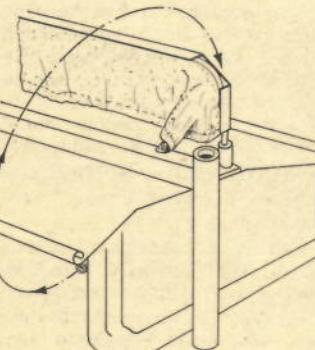

Abb. 8
3.7 Einstellen der Schutzvorrichtung (Abb. 8)
Vor dem Hochschwenken wird die vordere Schutzwand oben eingesteckt und gesichert. (Abb. 8)
3.7 Adjusting Safety Device (Fig. 8)
Before raising, the front protector plate is inserted on top and secured (Fig. 8).
3.7 Réglage du dispositif de protection (fig. 8)
Avant le relevage, il convient d'insérer la paroi de protection avant dans son logement supérieur et de la bloquer (fig. 8).
3.7 Messa a punto del dispositivo di protezione (fig. 8)
Prima del ribaltamento all'insù infilare in alto e fissare la parete di protezione anteriore (fig. 8).
3.7 Instellen van de beschermingsinrichting (fig. 8)